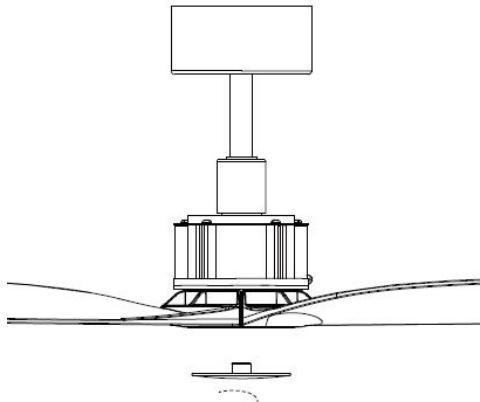

Fig. 8
- Installieren Sie zum Abschluss die untere Abdeckung am Motorschaft, indem Sie diese im Uhrzeigersinn festdrehen. Abb. 8